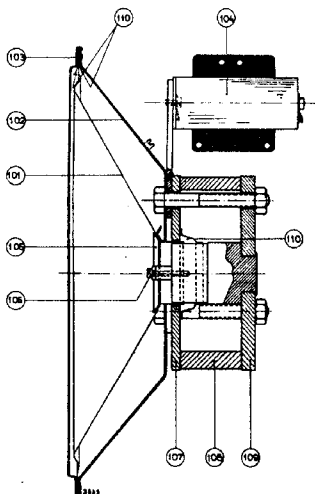

Fig. 11
2. Zorg dat voor- en achterplaat (fig. 11 pos. 107 en pos. 109) in geen geval van de magneet getrokken worden; hierdoor zou deze (evenals bij reparatie op een ijzeren plaat) verzwakken,